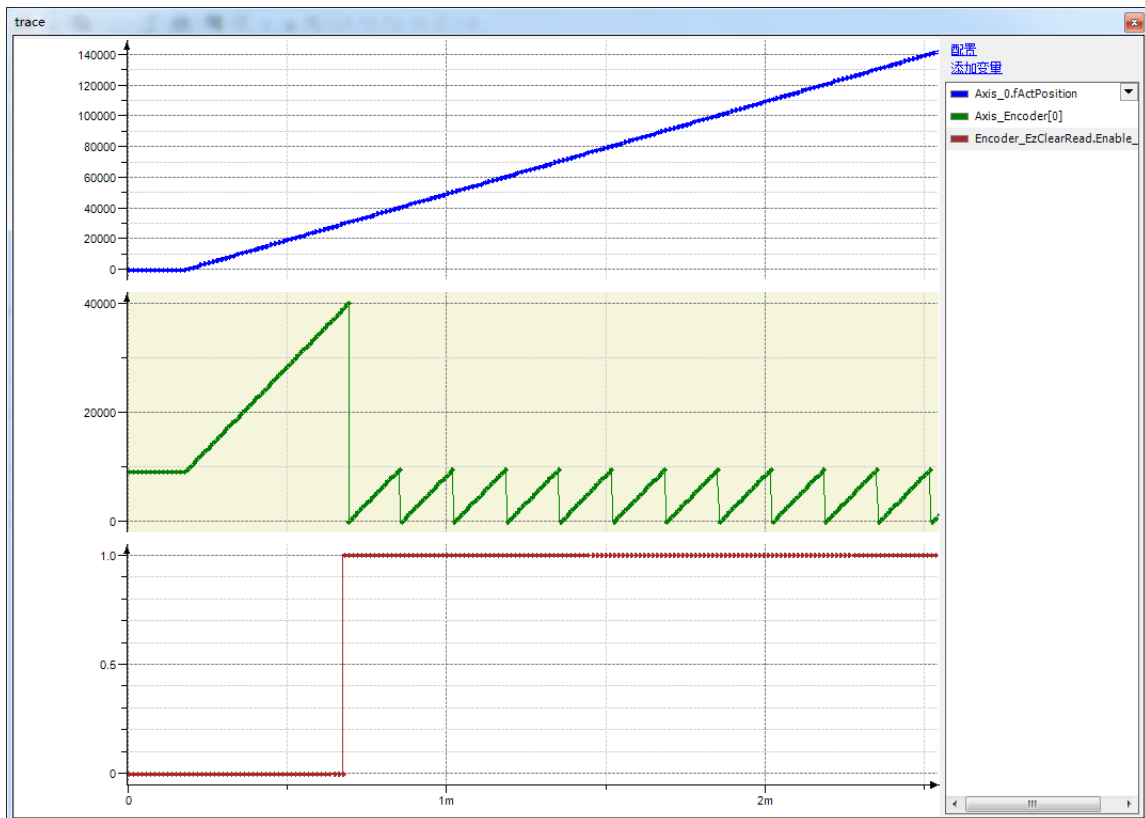

图 9.10 位移、编码器值、EZ 清零信号的曲线
4) 在主程序中读取轴 0 的编码器值并调用这些模块。编译、下载程序到控制器执行。然后将 istep 置为 1，程序就能自动执行，结果如图 9.10 所示。